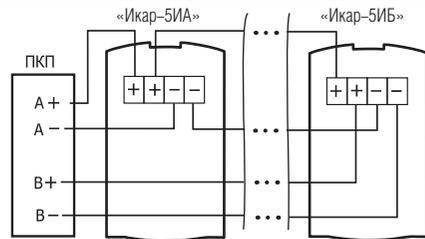

Рис. 5
4. Снять с печатной платы соединительную колодку и подключить провода сигнальной линии к колодке в соответствии с рис. 5.